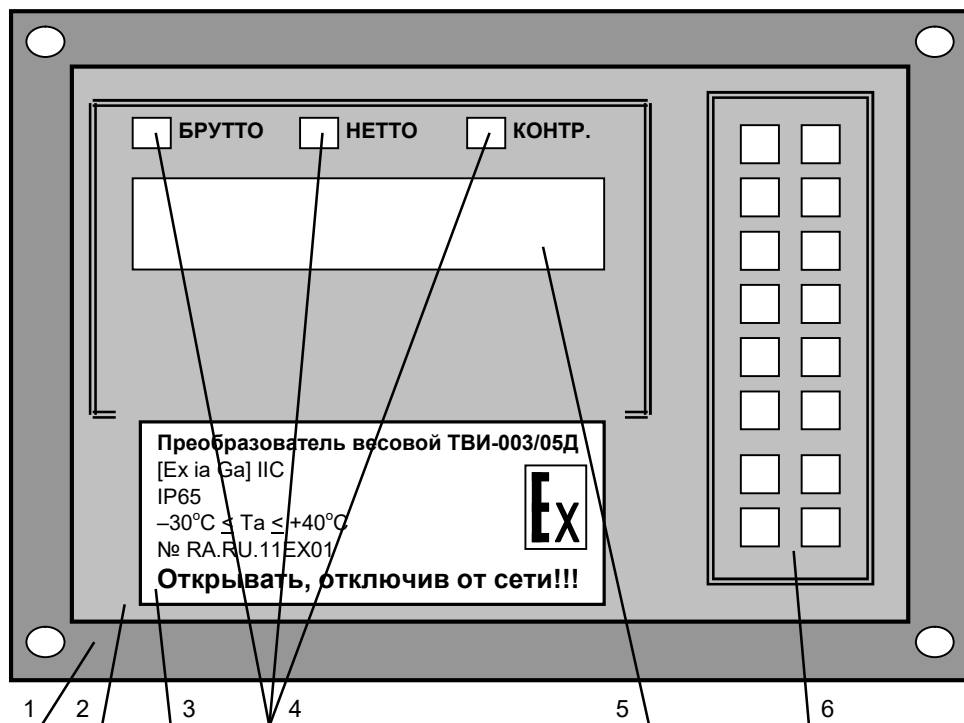
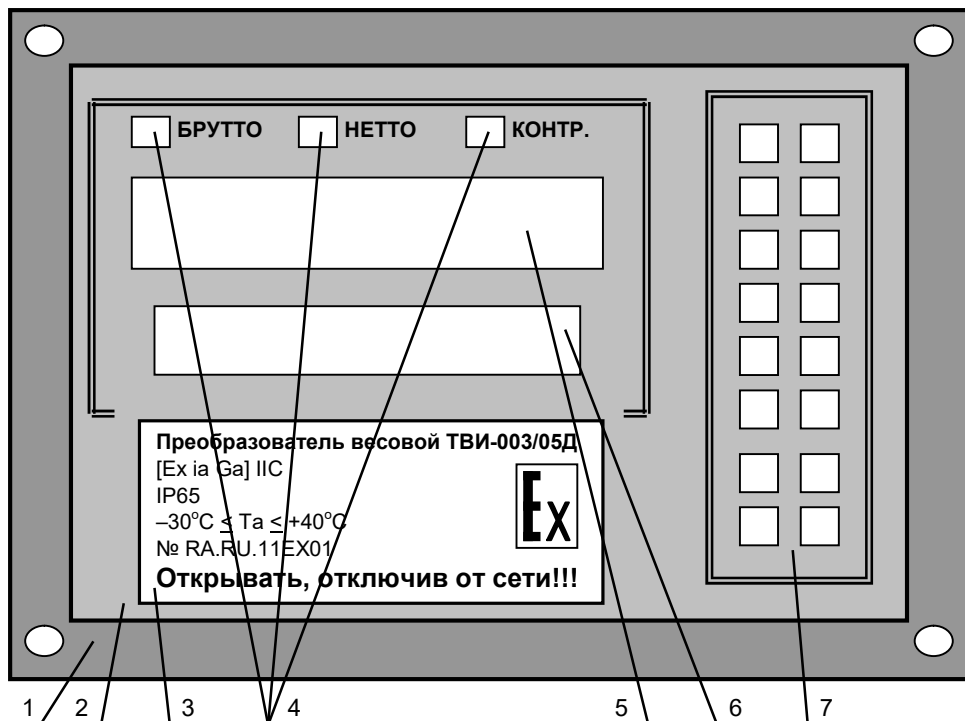

Рис. 7.1. Внешний вид Преобразователя без дополнительного индикатора спереди.
Рис. 7.2. Внешний вид Преобразователя с дополнительным индикатором спереди.
На Рис. 7.1 и Рис. 7.2 изображён внешний вид Преобразователя спереди.
10.2. После включения Преобразователь выполнит самотестирование, затем на индикатор (см. Рис. 7.1 на стр. 13) будет кратковременно выведено название версии программного обеспечения Преобразователя виде «XX.XX» или «SC-XXX» или «DD-XXX» (где знаком **X** будут соответствовать цифры, отражающие номер версии).